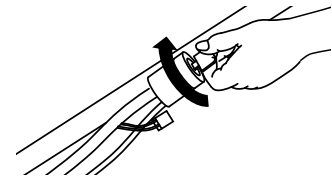
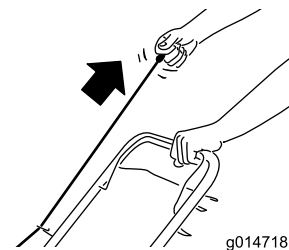

Figure 15
Figure 16
2. Tournez la clé de contact (modèle à démarrage électrique uniquement; voir Figure 15) ou tirez la poignée du lanceur (Figure 16).